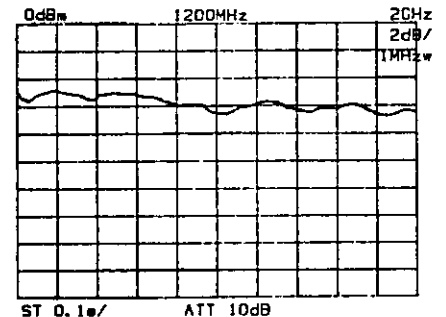

図 3-24 スルー波形を移動
- ③ 基準レベルを変更し、ケーブル損失測定の場合、管面下側のダイナミック・レンジを広げるためスルー波形を管面上側に [図 3-24] のように移動します。
- ④ ディスプレイ・ラインを表示します。